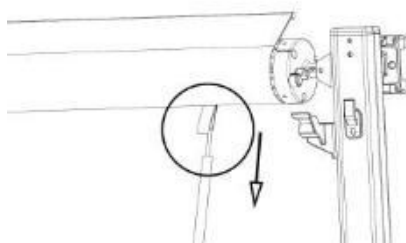

Figure D3
3. Posizionare la parete di trazione sopra la cinghia di trazione a rullo e tirare la tenda da sole verso l'esterno. (Figura D3)